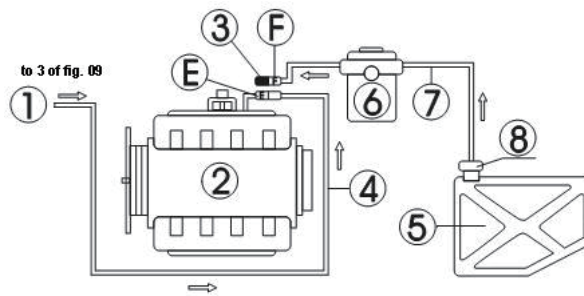

Abb. 10
Der Schlauchleitungsanschluss des Motors ohne Rücklaufschlauch ist wie in Abb. 10 dargestellt.
- Trennen Sie die Kraftstoff-Zufuhrschläuche (E/F) des Motorkraftstoffsystems (wickeln Sie die Anschlüsse beim Trennen mit einem Handtuch ein) und wählen Sie dann einen geeigneten Stecker zum Anschluss an das E-Ende. Schließen Sie den Kraftstoff-Auslassschlauch des Geräts wieder gut an und lassen Sie den Kraftstoff-Rücklauf-Schlauch hängen. (siehe Abb.10)
- Halten Sie das andere Ende des Trennendes (F) mit einem geeigneten Stopper (es kann verwendet werden, wenn nur die Kraftstoffpumpe die Kraftstoffrücklauffunktion hat), oder entfernen Sie die Sicherung der Kraftstoffpumpe, oder trennen Sie das Netzkabel der Kraftstoffpumpe des Motors ab.